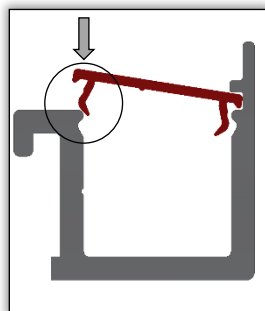

Abb. 4
2. Der Lamellen-Trägerprofil Deckel liegt nun auf dem Lamellen-Trägerprofil auf (Abb. 4).
3. Nun wird der Deckel Stück für Stück mit den Daumen nach unten gedrückt, sodass der Deckel im Trägerprofil einclipst (Abb. 4 und 5).